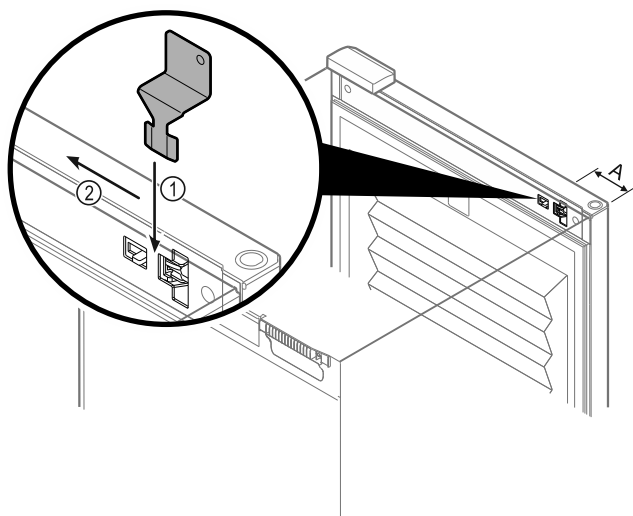

Fig. 218
- ▶ Anbring nødoplåsningsnøglen på det krævede sted Fig. 218 (A) ≈ 100 mm.
- ▶ Sæt nødoplåsningsnøglen ind mellem døren og apparatets korpus fra oven indtil anslag Fig. 218 (1).
- ▶ Træk nødoplåsningsnøglen mod hængselsiden Fig. 218 (2).